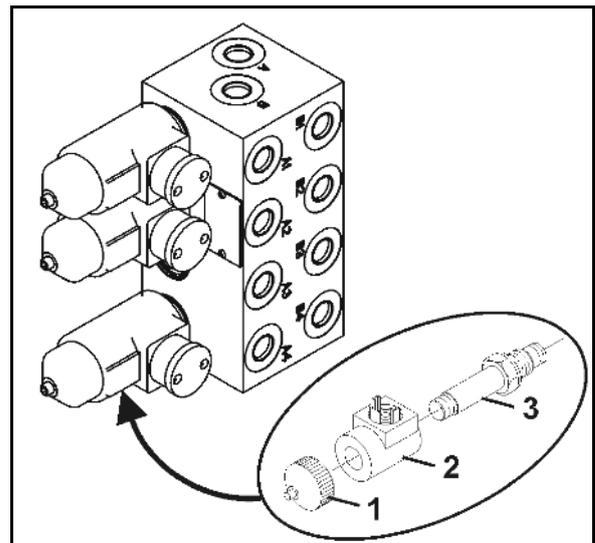

図 82
2. マグネットキャップ (図 82/1) を回して外します。
3. マグネットコイル (図 82/2) を取り外します。
4. バルブロッド (図 82/3) をバルブ座と共に回して外し、圧縮空気または油圧オイルで清掃します。